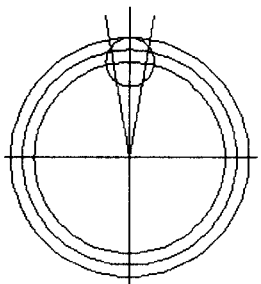

图 1-23
(4) 单击“绘图”|“直线”命令, 捕捉 2 条构造线的交点为起点, 分别以极坐标 @30<80 与 @30<100 画直线, 结果如图 1-23 所示。